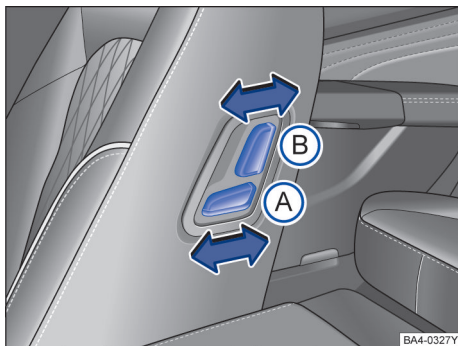

图 73 副驾驶员靠背上的电动座椅调节装置
- 沿箭头方向按压开关 A，即可调整座椅的前后位置 → 图 73